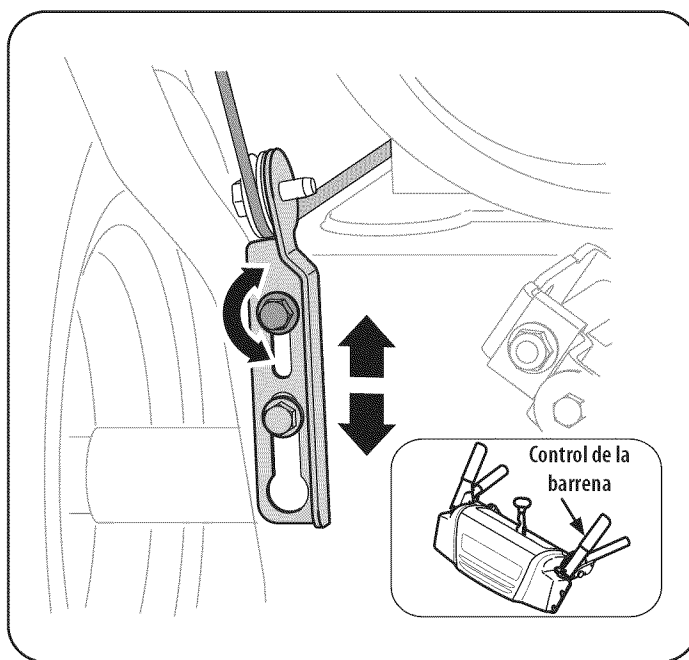

Figura 15
1. El control de la barrena se encuentra en el mango izquierdo. Consulte la Figura 15 el recuadro. Cuando se suelta el control de la barrena y está en posición desengranada arriba, el cable debe tener muy poco juego. NO debe estar tenso.
4. Deje la barrena engranada durante aproximadamente diez (10) segundos antes de soltar el control de la barrena. Repita esta operación varias veces.
8. Ubique la ménsula hacia arriba para brindar más juego (o hacia abajo para aumentar la tensión del cable). Vea la Figura 15.